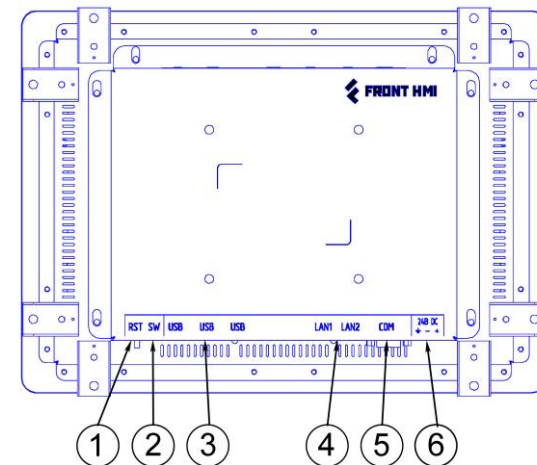

Рисунок 4 – Внешний вид тыльной стороны устройства
Примечание: При некорректной работе или зависании панели следует использовать аппаратный сброс устройства, кнопка (1) которого расположена на нижней части прибора (Рис.4). Кнопку сброса следует нажимать пластиковым штоком из комплекта поставки или любым другим неметаллическим предметом подходящего диаметра. После нажатия сброса при наличии внешнего питания панель перезагрузится, в противном случае – выключится.
Таблица 4 - Режимы DIP переключателя (2) на боковой панели (Рис.4)